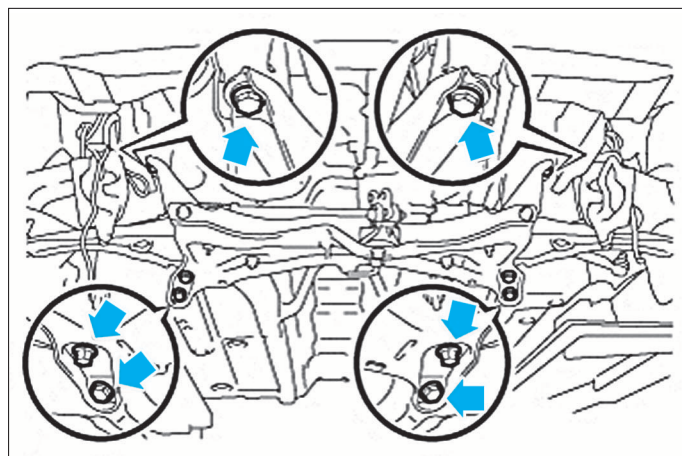

FIG. 20
- Déposer les 6 vis de fixation (Fig.20) du berceau puis celui-ci.